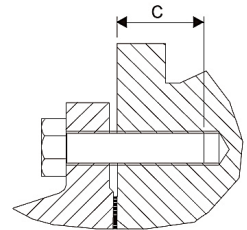

Fig. 7 | Lunghezza di avvitamento C
- > Viti secondo ISO 4014 (vedi fig. 7 e tabella 3)